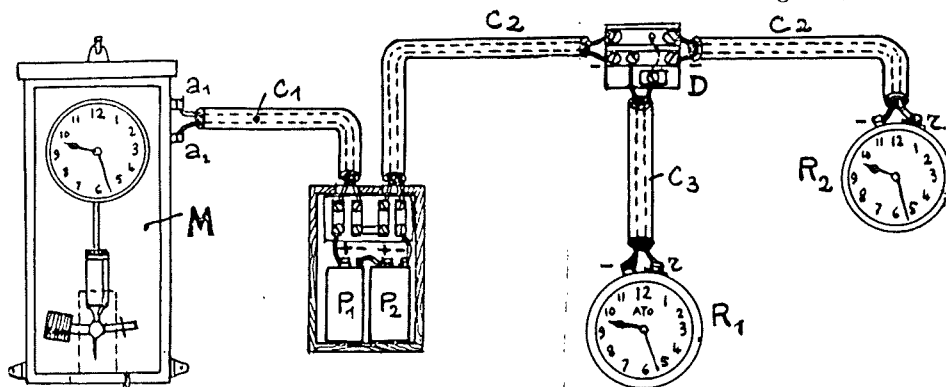

FIG. 2. — Schéma de montage.
Le schéma de montage est indiqué sur la figure 2.
Il y a intérêt à grouper les piles dans une boîte comme l'indique la fig. 2.
Comme on le voit sur la fig 2 :
a) *Réceptrices murales.* — Lorsque celles-ci sont en bout de canalisation, elle sont branchées comme indiqué pour R₂ (fig. 2); toutes les autres sont branchées comme indiqué pour R₁ (fig. 2).
Nous conseillons de placer les piles dans une boîte ou une petite armoire spéciale, les bornes étant raccordées au fil électrique sous plomb par l'intermédiaire de plots de raccordement à vis montés sur ébonite ou bois paraffiné, à l'abri de l'humidité (voir fig. 2).